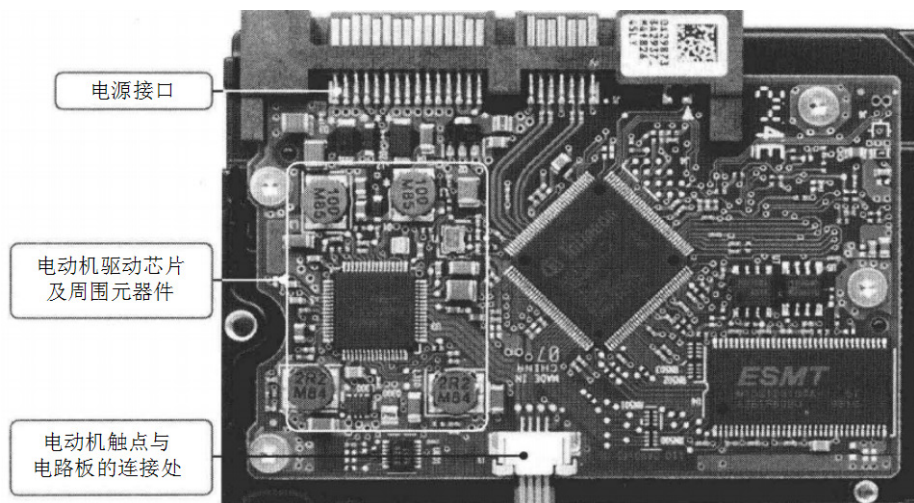

图 6-27 硬盘控制电路板
(2) 如果硬盘接上电源后，硬盘初始化声音不正常，主轴电动机由静止状态加速后，没有保持匀速状态，而是忽快忽慢，速度不恒定，说明主轴电动机供电电压不稳定，重点检查电动机触点与电路板的连接处是不是接触不良。因为此触点容易氧化引起接触不良。如图 6-27 所示为电动机触点与电路板的连接处。